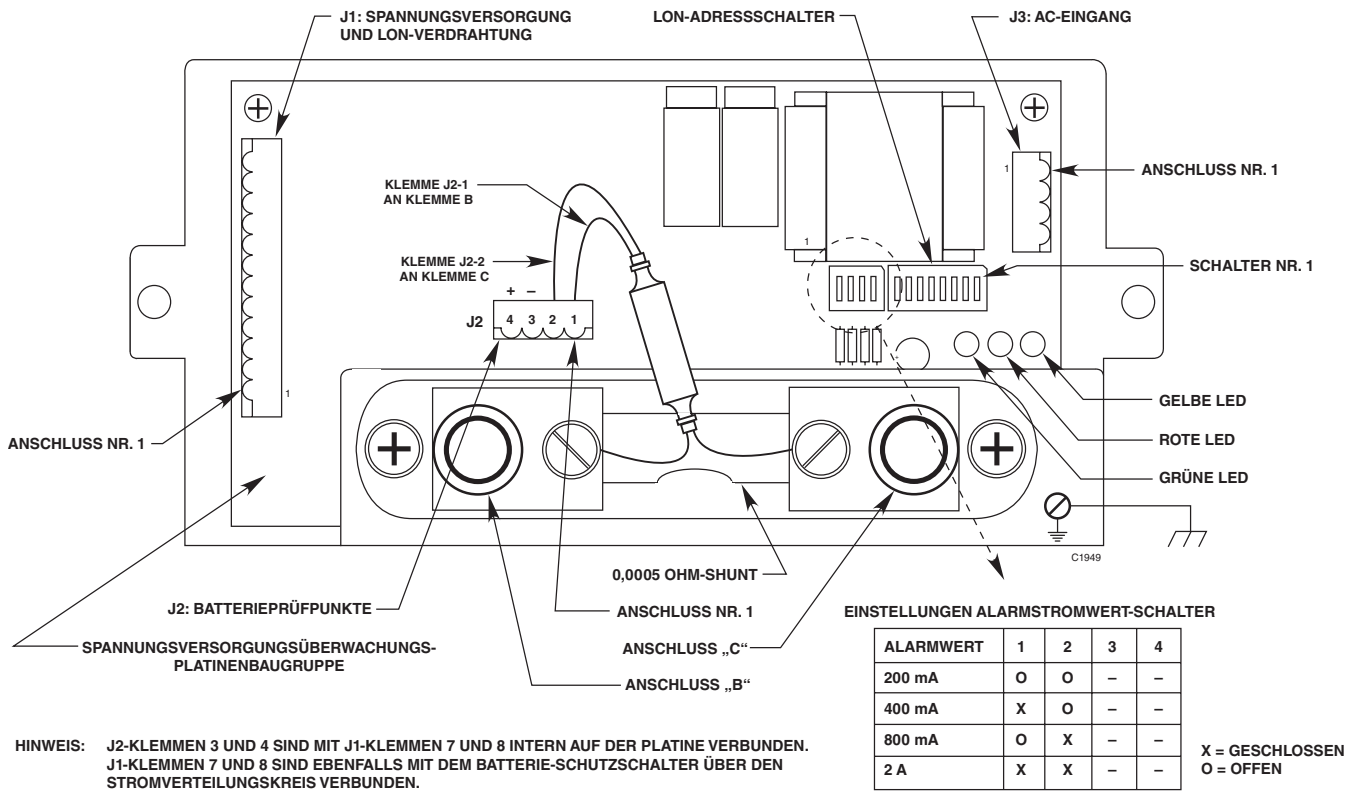

Abbildung 3-18 - Lage des Anschlusses und des Schalters der Spannungsversorgungsüberwachung
Zwei der vier DIP-Schalter der Spannungsversorgungsüberwachung werden für die Auswahl eines geeigneten Fehlerwerts für die Installation verwendet. Siehe Abbildung 3-18. Wenn die Batterien mindestens 20 Sekunden lang einen Strom liefern, der über dem Schwellwert liegt, meldet die Einheit einen Fehler. Der Fehlerzustand wird gelöscht, wenn der Strom mindestens 20 Sekunden lang auf höchstens die Hälfte des Stromwerts sinkt. Die Stromwertauswahl basiert auf der Mindeststromaufnahme der angeschlossenen Geräte. Der ausgewählte Wert muss unter der effektiven Mindeststromaufnahme des Systems liegen.
- Die externen Leitungen an die entsprechenden Punkte der Spannungsversorgung anschließen. Die Lage der Klemmleisten ist in Abbildung 3-18, die Klemmleistenkennzeichnung in den Abbildungen 3-19 und 3-20 angegeben. Die 24-VDC-Spannungsversorgungsleitungen und das LON-Netzwerkkabel an die entsprechenden Punkte von J1 anschließen. (Redundante „+“, „-“, „-“ und Abschirmungsklemmen sind intern verbunden.) Am Überwachungs-/Stromverteilungsgehäuse dürfen **keine** Abschirmungen geerdet werden. Die Abschirmungen sind zu isolieren, um Kurzschlüsse mit dem Gerätegehäuse oder mit anderen Leitern zu verhindern.
Messen Sie die Batteriespannung an den Klemmen 3 und 4 der Klemmleiste J2. Siehe Abbildung 3-18 und 3-22.